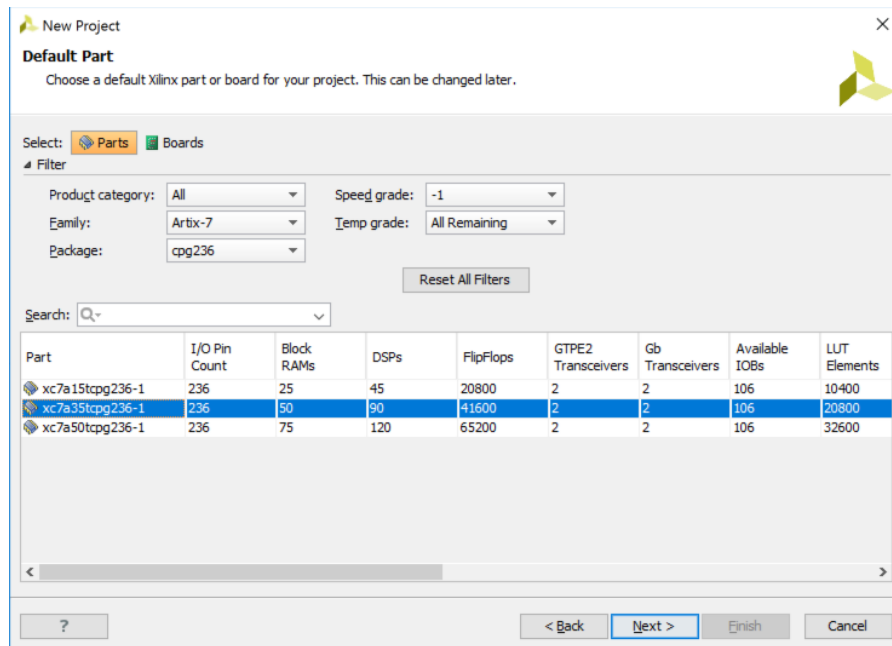

Figura 2. Janela “Default Part” com a placa Atix-7 XC7A35T-CPG236 (Digilent Basys 3)
- Quando abrir um novo projeto, certifique-se que escolhe esse dispositivo. **Para abrir um novo projeto no Vivado WebPack 2016.3** é preciso clicar em “Create New Project” (ou *File→New Project*). Abrir-se-á uma janela. Clique em *Next*. Na janela seguinte indique o nome do projeto (“Project name”) e a localização em disco do projeto (“Project location”). Deixe a opção “Create Project Directory” marcada. Desde modo será criada uma subdiretoria com o nome do projeto. Após preenchimento dos campos, pressione em *Next*. Na janela “Project Type” selecione a opção “RTL Project”, marque a opção “Do not specify sources at this time” e clique *Next*. Será aberta a janela “Default Port”, onde é preciso especificar a placa de desenvolvimento *Digilent Basys 3* baseada na FPGA família **Artix-7** com referência **XC7A35T-CPG236**, ou seja, preencha os campos desta janela de acordo com a Figura 2 e clique *Next*. Na janela seguinte, clique *Finish*.